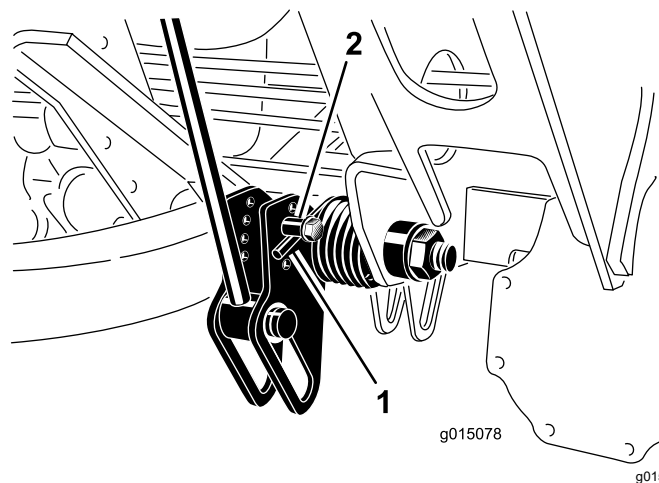

Рисунок 72
2. Наденьте на длинный конец пружины трубу или аналогичный предмет, чтобы снять натяжение пружины во время регулировки (Рисунок 72).
3. Ослабляя натяжение пружины, отверните болт и контргайку крепления пружинного привода к кронштейну (Рисунок 72).